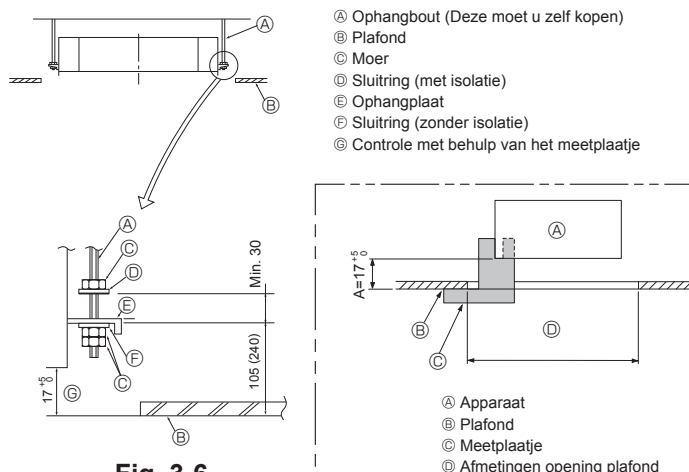

Fig. 3-6
- ① Houten constructies
- ② Voor gewapend beton constructies
3.6. Werkwijze om het apparaat op te hangen (Fig. 3-6)